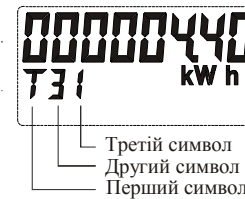

Рисунок 2.2
- 1 – додаткові символи (див рисунок 2.2);